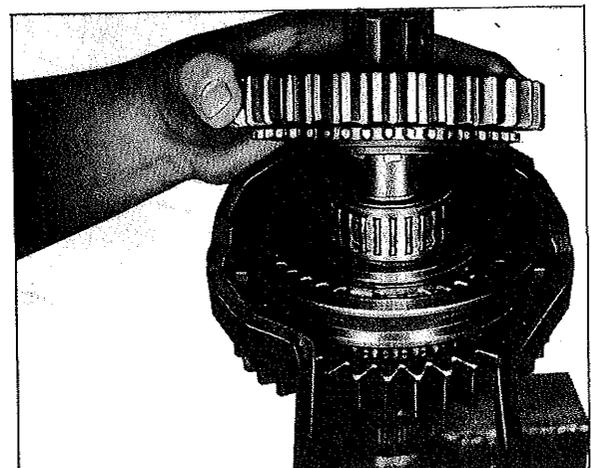

Fig. 29
- Faire glisser la cage à aiguilles (414) et la roue dentée à denture droite de la marche arrière (428) avec la denture d'accouplement orientée vers le bas (fig. 29).